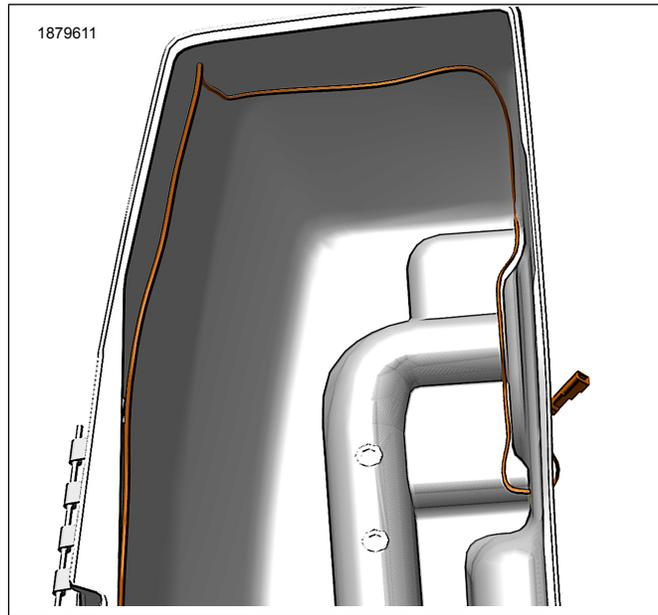

Figura 7. Colocación del arnés
8. Vea la Figura 1 y la Figura 7. Coloque el cableado dentro de la alforja y asegúrelo con correas de cables (6) y anclajes (8).